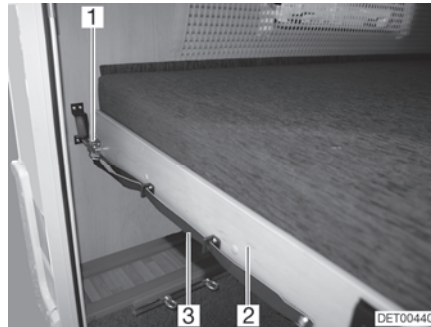

Bild 76 Våningssäng (bak)
- Dra i bandet (Bild 76,3) och lossa spärren (Bild 76,1).
- Dra fram ribbotten (Bild 76,2) med madrassen så att den hakar i.